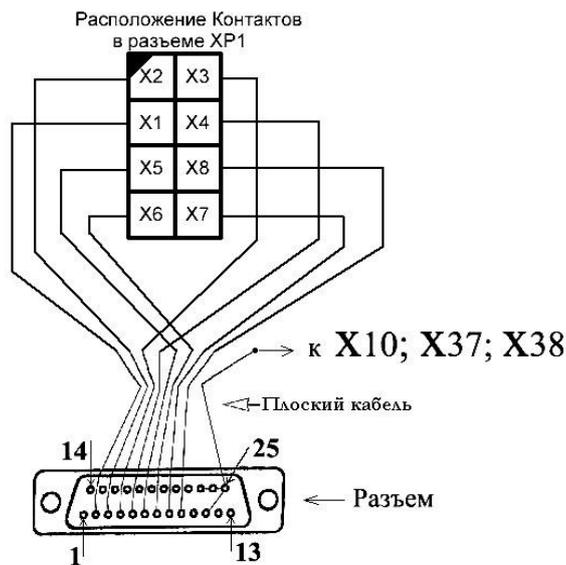

Рис.5 Схема распайки кабеля
**ВНИМАНИЕ!** Распайка кабеля производится следующим образом: контакт 1 на печатной плате припаивается к контакту 2 на разъеме, 2-3, 3-4, 5-6, 6-7, 7-8, 8-9. Общий вывод на плате X10, X37, X38 должен соединиться с контактами 11-23-24-25 на разъеме (см. рис.5).